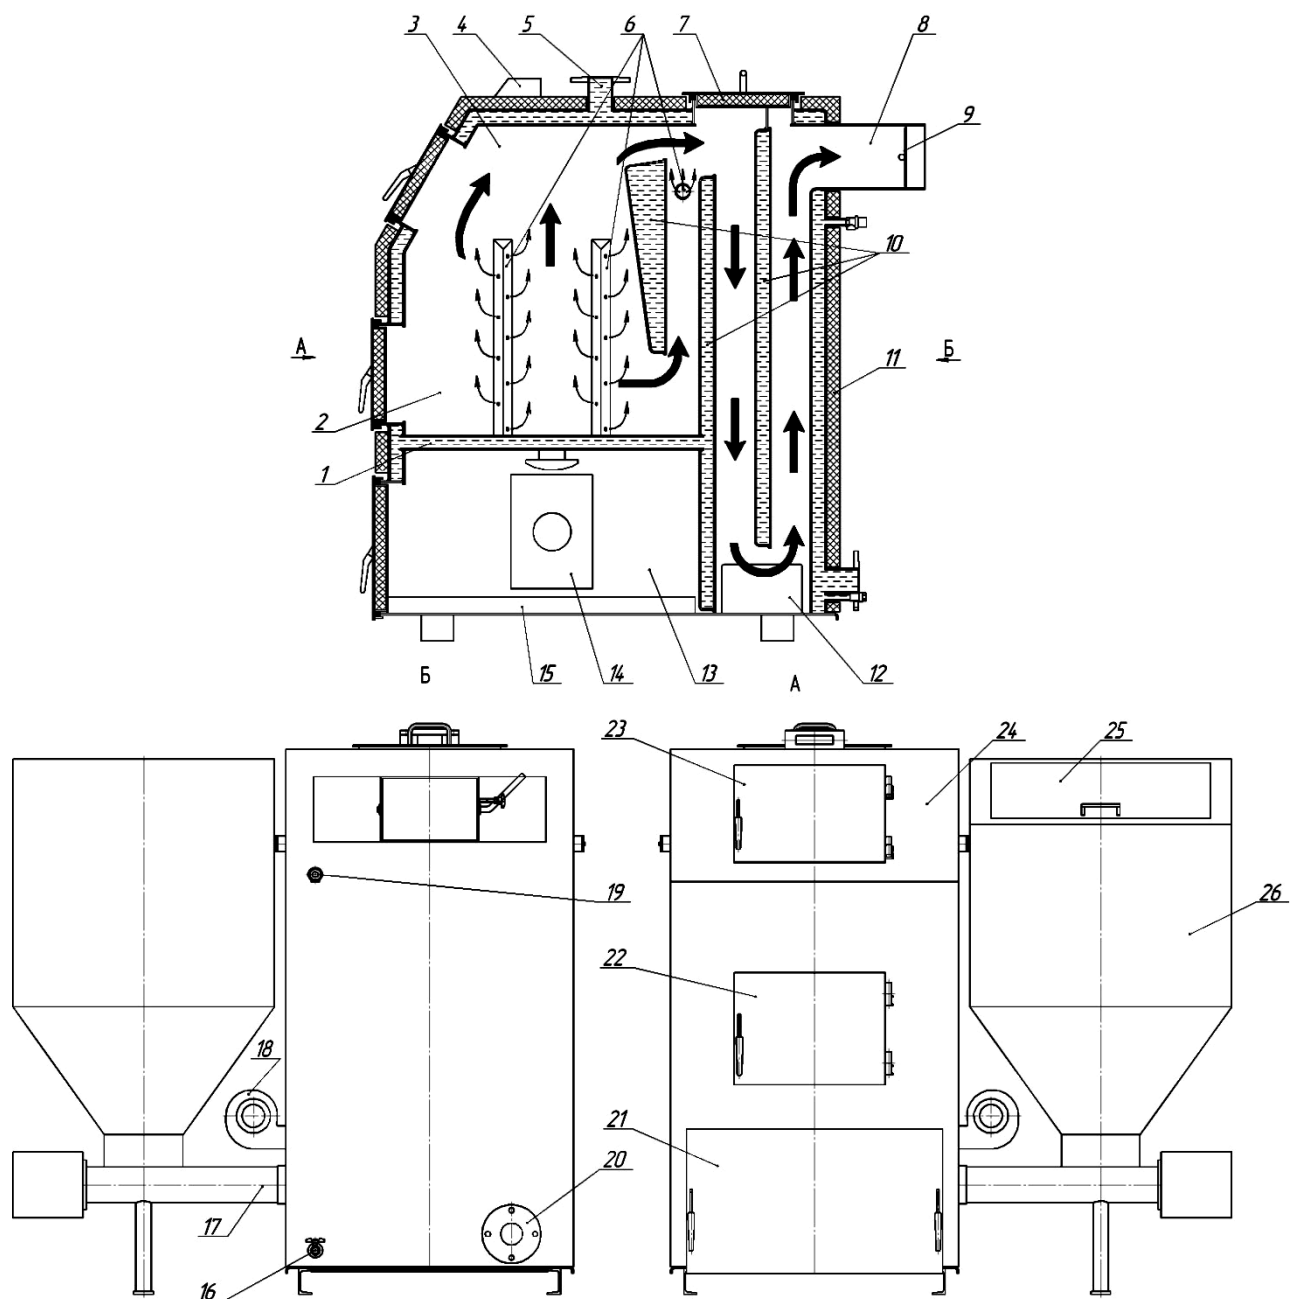

Рис.1 Будова котлів «Дуо»
5.1 Котел виконаний у вигляді шафи прямокутної форми зі скосом спереду, що встановлюється на підлозі (Рис.1) і складається з наступних основних частин: конвективно - контактного сталюого теплообмінника 3 з камерою згоряння (топкою) 2, яка охолоджується водою і перегородкою
Подачу повітря, в кількості необхідній для якісного згорання палива, забезпечує вентилятор 18 (Рис.1), забезпечує а вимикає і вмикає його, контролюючи тим самим інтенсивність горіння палива і, відповідно, підтримуючи задану температуру котлової води, мікропроцесор 4. Також мікропроцесором 4 відбувається контроль подачі палива з бункера 26 до пелетного пальника 14 за допомогою мотор-редуктора. Спочатку повітря, надходить в камеру 13 по всій його довжині і, в якості **первинного повітря**, рівномірно поступає до палива знизу по всій площі топки. Проходячи через шар палива **первинне повітря** забезпечує горіння палива по всьому його об'єму і одночасно . Таке горіння по своїй природі близьке до піролізу. Одночасно повітря з камери піддувала, через колектори подачі вторинного повітря 6, поступає в простір над паливом, що горить (зона полум'я) в якості **вторинного повітря**, чим забезпечується догорання продуктів неповного окислення палива (особливо оксиду вуглецю СО та сажі) які утворюються при піролізі палива. Оскільки **вторинне повітря** поступає в простір над паливом, останнє інтенсивніше вигорає **зверху**.